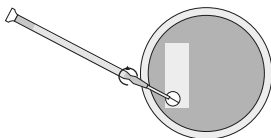

Fig.5
4. Regule o potenciômetro localizado no interior do aparelho com a chave de fenda (Fig.5) até que o valor da solução de calibração seja indicado no mostrador.